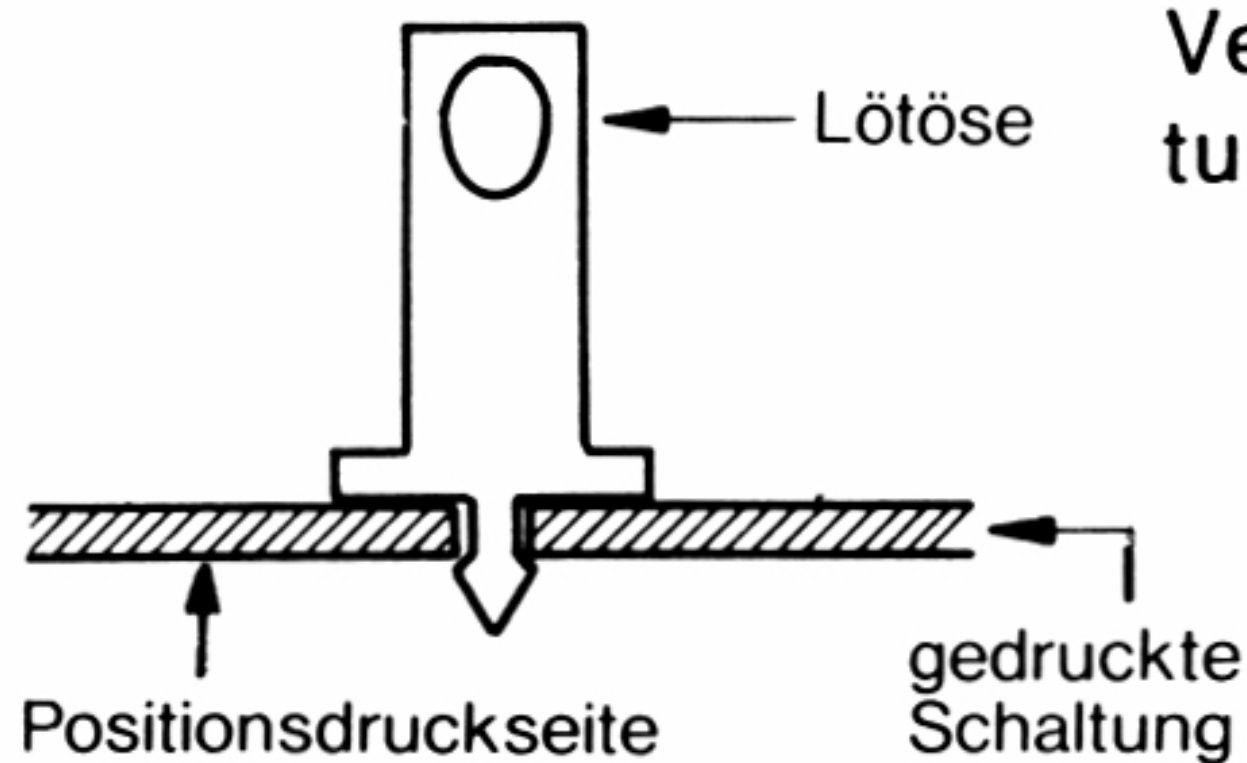

Abb. 5
1. Stecken Sie von der Positionsdruckseite her 6 Lötösen in alle Löcher, die mit +, M 1, M 2, A, F und R gekennzeichnet sind. Verlöten Sie sie mit den Kupferbahnen der gedruckten Schaltung (Abb. 5).